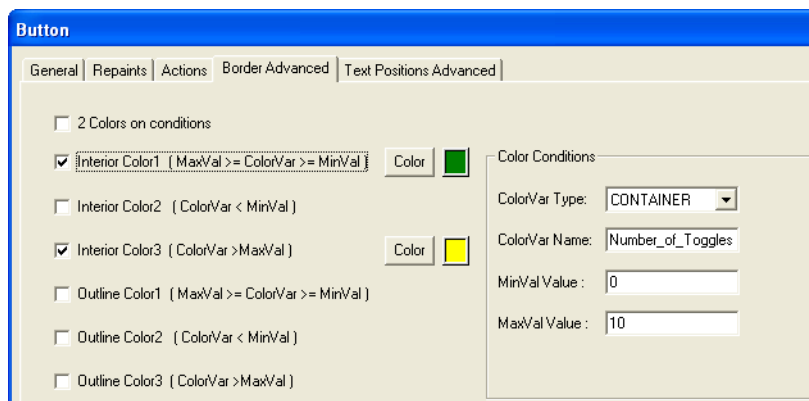

Bild 4-18 Farbeinstellungen
- Legen Sie unter „Border Advanced“ die Farbeinstellungen fest. Im Beispiel wurden dieselben Farbeinstellungen gewählt wie für den Bedienknopf zum Toggeln (siehe Bild 4-18).